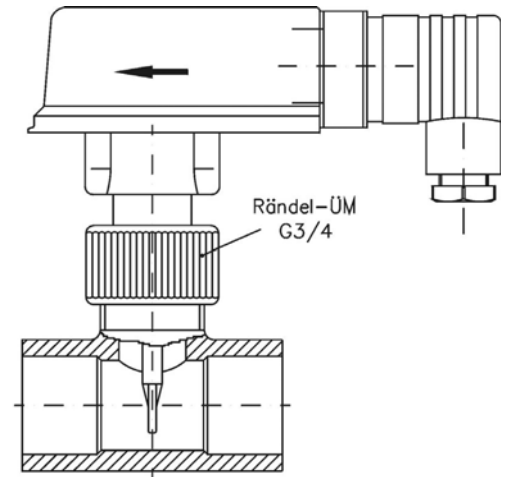

Abb. 6
- ↖ Bei der Ausführung ...MKU dichten Sie das PVC-Rohrstück (Abb. 6) in der Rohrleitung mittels geeigneter Klebeverbindungen ab.